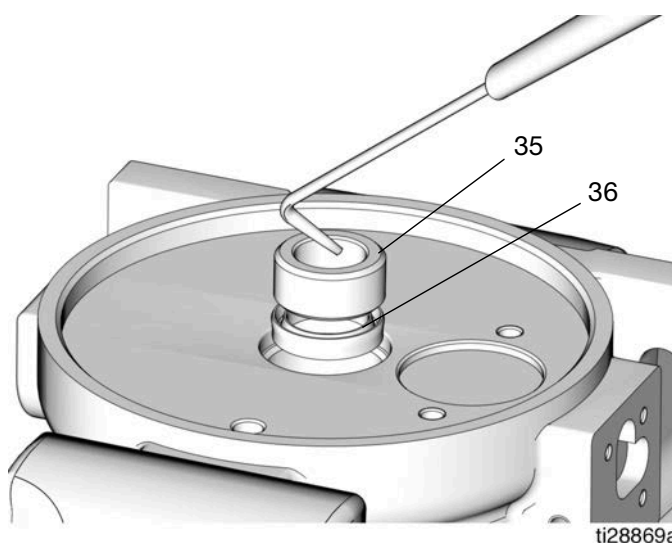

ABB. 25
22. Kolbendichtung (4), O-Ring (34a) und Mutter (37) unter Beachtung aller geltenden Bestimmungen entsorgen.
23. Buchse (35) und U-Dichtung (36) mit einem Haken entfernen (ABB. 25).